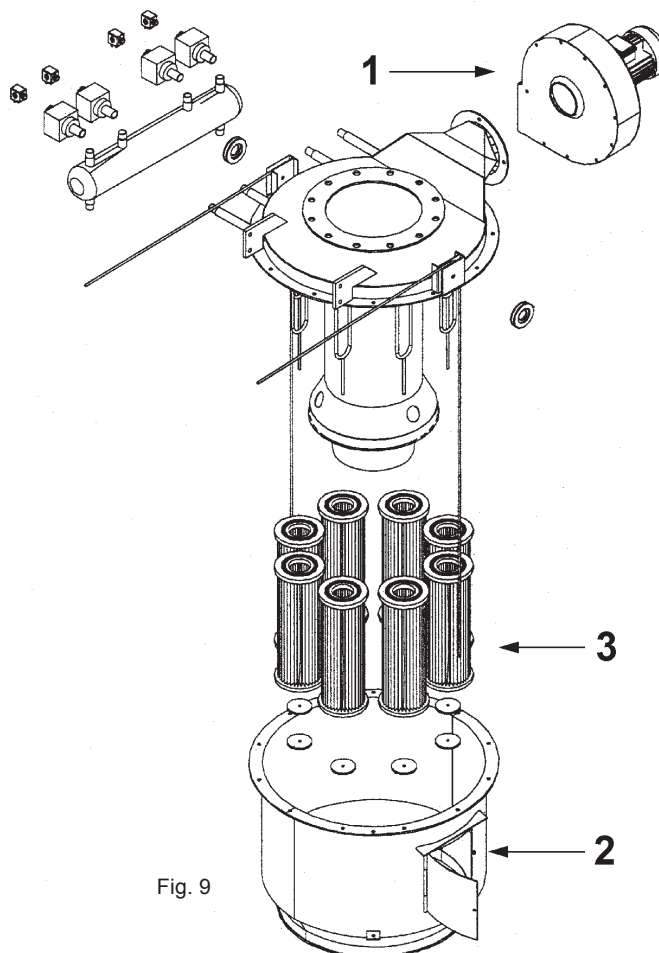

Fig. 9
- Unscrew the inspection hatch screws and open the door (item 2, fig. 9).
- Check the filter elements (item 3) to see if they are excessively fouled.
- Check regularly to see if dust particles are blown out through the suction fan delivery flange (item 1, fig. 9). If this is the case, contact the maintenance technician.
- Abdeckung der Inspektionsklappe (Pos. 2, Abb. 9) entfernen.
- Regelmäßig prüfen, ob aus dem Reingasauslass (Pos. 1, Abb. 9) Staub austritt.
- Отвинтите винты смотровой дверцы и откройте ее (поз.2, рис. 9).
- Svitare la vite del portello d'ispezione e aprirlo (pos.2, fig.9).
- Controllare le cartucce del filtro (pos.3) per verificare se siano eccessivamente inquinate.
- Controllare regolarmente se dalla flangia di mandata della ventola di aspirazione (pos. 1, fig.9), fuoriescono particelle di polvere ed, in caso affermativo, informate immediatamente il tecnico addetto alla manutenzione.